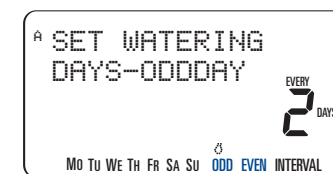

Figura 9: Selezione dell'opzione "Odd/Even" (Giorni pari/dispari)
- Premere il tasto **NEXT** (Avanti) fino a visualizzare "ODD" (Dispari) sul display. Per confermare l'esecuzione dell'irrigazione tutti i giorni dispari, premere **ENTER** (Invio). [Vedere la Figura 9]